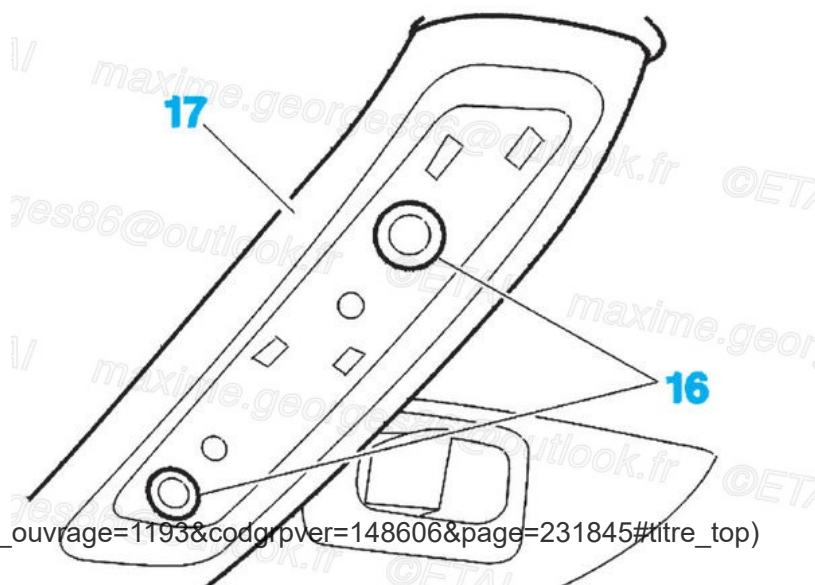

Fig.54
- les vis (16) (**Fig.54**) (/media/LEA/CAR_LEA_463/RTA714A-011-054X.jpg)
- la poignée de maintien (17)